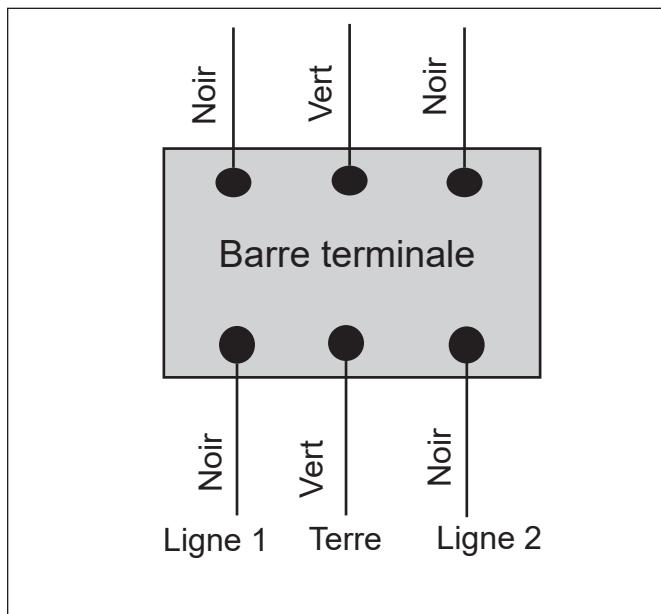

Figure 7. Câblage en usine direct LX2 pour une unité de 220 volts
- a. Pour un fonctionnement en 220 volts, branchez un des fils noirs à la ligne 1 et l'autre fil noir à la ligne 2. Voir la Figure 7.